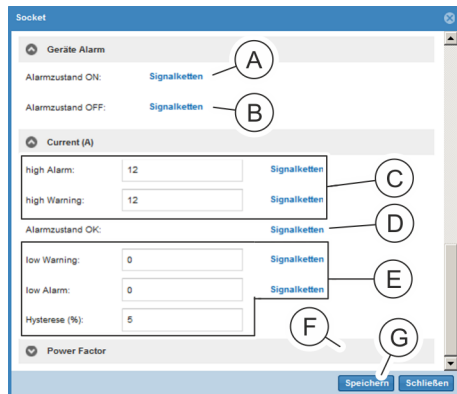

Abb. 130: Fenster "Socket"
6. ➤ Im Bereich „Geräte-Alarm“ für den „Alarmzustand LOST“ und „Alarmzustand OK“ bei Bedarf eine Signalkette konfigurieren. Dazu auf die Schaltfläche „Signalketten“ (Abb. 130/Ⓐ bzw. Ⓑ) klicken.
8. Im Bereich „Current (A)“ einen Wert für „high Alarm“ und „high Warning“ eingeben (Abb. 130/Ⓒ) und eine Signalkette zuweisen (analog zu Schritt 6 und 7).
9. Im Bereich „Current (A)“ für den Parameter „Alarmzustand OK“ (Abb. 130/Ⓓ) bei Bedarf eine Signalkette zuweisen (analog zu Schritt 6 und 7).
10. Im Bereich „Current (A)“ einen Wert für „low Alarm“, „low Warning“ und „Hysterese“ eingeben (Abb. 130/Ⓔ) und eine Signalkette zuweisen (analog zu Schritt 6 und 7).
11. Schritte 8 – 10 für den Bereich „Power Factor“ (Abb. 130/Ⓕ) wiederholen.
12. Auswahl über die Schaltfläche „Speichern“ (Abb. 130/Ⓖ) bestätigen.